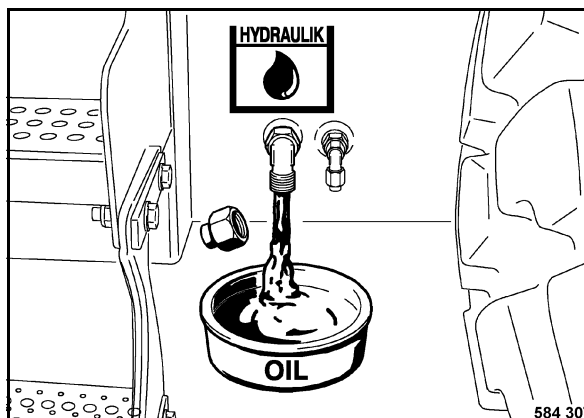

Fig. 204
- Desenroscar el tapón de cierre (Fig. 204) y descargar el aceite hidráulico por completo.